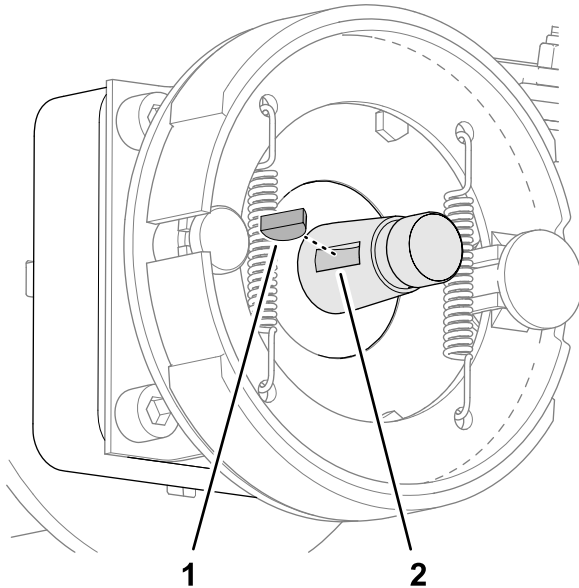

図 72
2. ホイールモータのシャフトに半月キーを取り付ける 図 72。